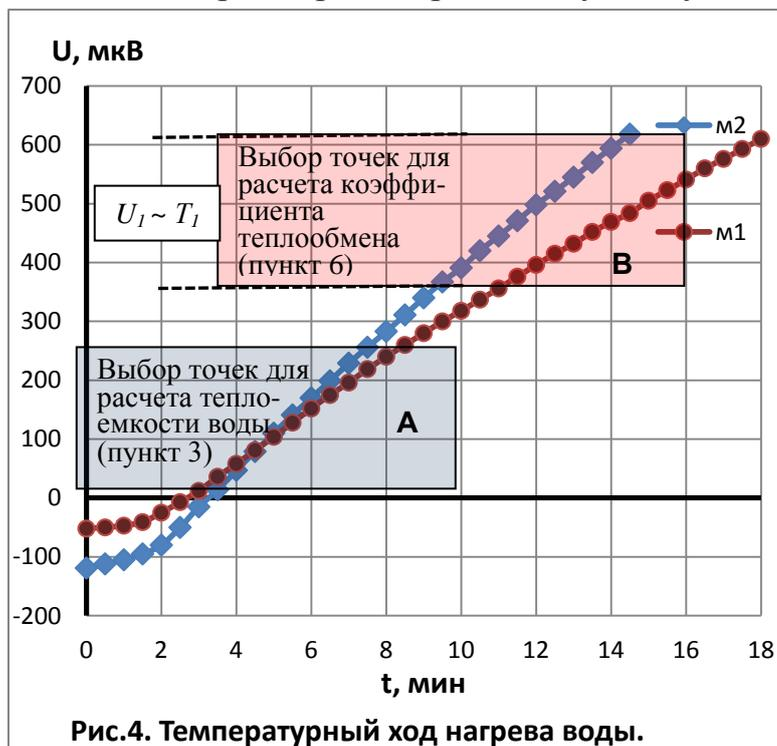

Рис.4. Температурный ход нагрева воды.
2. Постройте графики зависимости показаний милливольтметра от времени для двух масс воды (пример на рис.4). В начале эксперимента (1-3 мин) график будет существенно нелинейным, потому что некоторое время потребуется на разогрев самого нагревателя, но потом пойдет равномерный нагрев воды. При выводе формулы (2) мы пренебрегли потерями тепла в калориметре. Но график зависимости показаний милливольтметра от времени при нагрева-
5. Рассчитайте теплоёмкость воды по формуле (5). Сравните значение полученной теплоёмкости с табличным значением (см. приложение 2).
6. Для оценки теплообмена установки с окружающей средой выберите 10 – 15 точек в конце эксперимента (в одном и том же интервале температур для обеих масс воды – см. рис.4, участок В). Определите скорость изменения температуры на этих линейных участках графика для каждой массы воды g , запишите в таблицы. Определите среднюю температуру на этом участке T_1 .
Рассмотрим температурный ход нагрева воды одного объема. В достаточно малой окрестности температуры T_1 (рис.4) можно представить часть кривой температурного хода отрезком прямой. Тогда мы можем предположить, что на этом участке температур (вблизи T_1) теплообмен с окружающей средой примерно постоянный и равен $\alpha(T_1 - T_0)dt$. Перепишем уравнение теплового баланса (1) в виде: